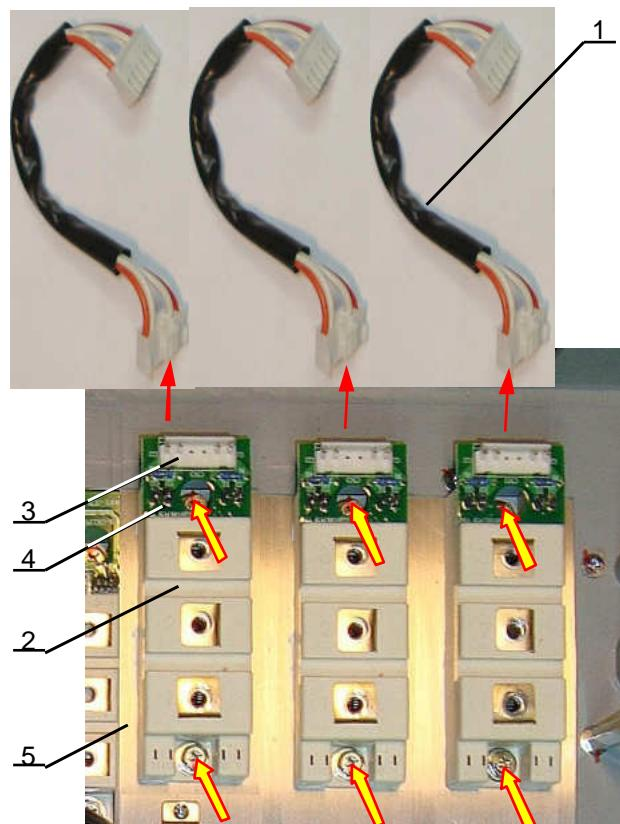

Рис. 6.21
- 6.14.1. Отсоединить жгуты 1 управления IGBT модулями 2 от разъемов 3 на платах IGBT 4 (рис. 6.21).
- 6.14.2. Выкрутить 6 винтов (желтые стрелки на рис. 6.21) крепления модулей IGBT 4 к радиатору 5. Снять модули, положить винты и модули в тару.